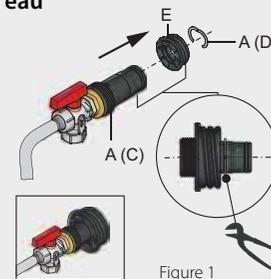

Figure 1
- Insérez l'accessoire KFE dans l'embout fileté (repère E de la figure 1) et fixez le à l'aide de la pièce de fixation (repère D de la figure 1).